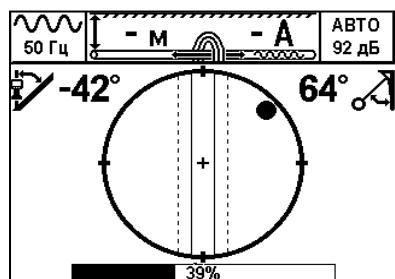

Рис.10
- При достижении сигналом необходимого для работы уровня, включится визуальный индикатор. Направлением к коммуникации будет направление из центра окружности к «шарику» (рис.10);